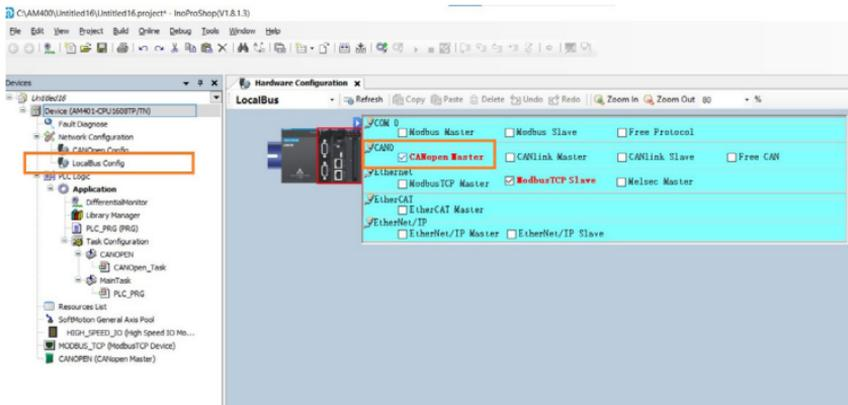

Рисунок 7.6 – Выбор сетевого протокола
4) Далее перейдите в подменю слева «LocalBus Config», нажмите на красный прямоугольник (рис. 7.6) и отметьте галочкой нужный сетевой протокол («CANopen Master»).